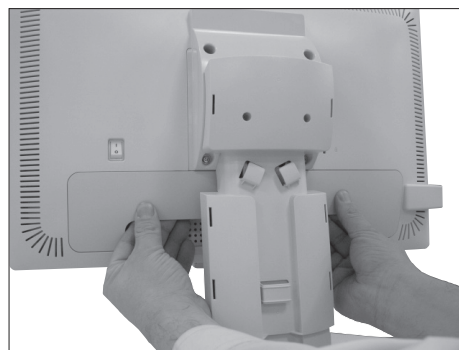

Figura C.1
3. Retire la cubierta de conectores (**figura C.1**).